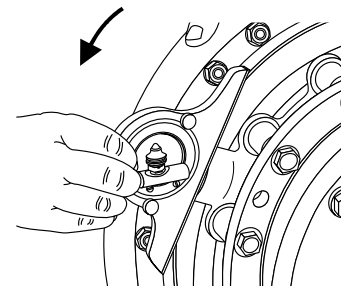
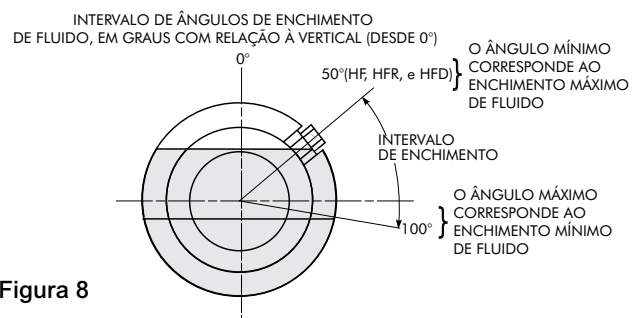

Figura 7
Figura 8
- Gire lentamente o acoplamento hidrodinâmico até que o ângulo de enchimento requerido seja atingido, Figura 7. O fluido deverá aparecer na borda do orifício de enchimento. Adicione ou drene fluido até que o nível correto seja atingido. A Figura 8 mostra a faixa de enchimento, em graus, relativos à posição vertical (a partir de 0°).